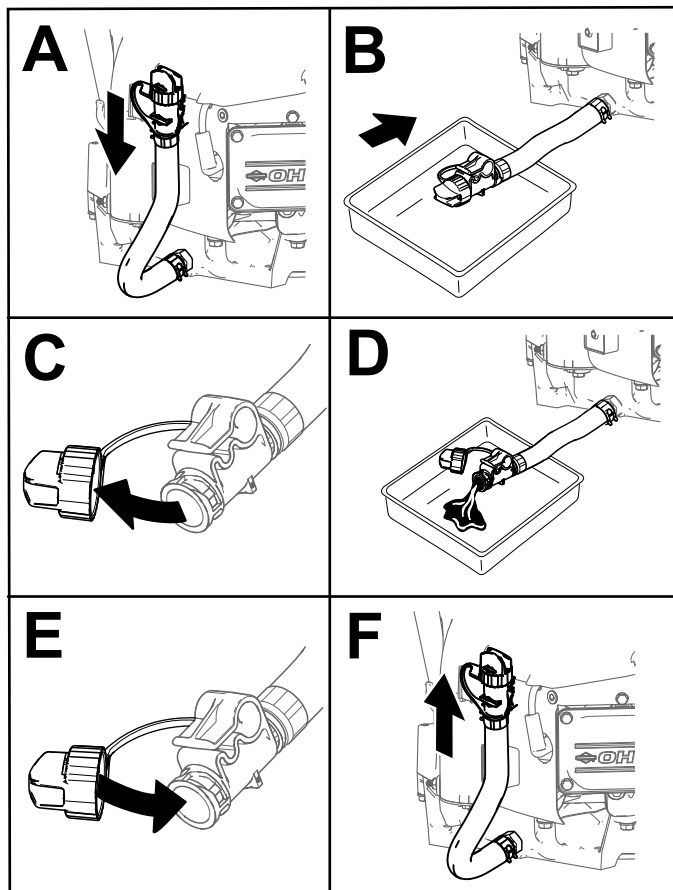

Bild 41
4. Lassen Sie das Öl vom Motor ab (Bild 41).